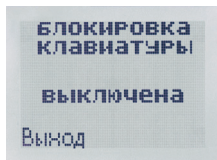

Рис. 43
Для включения/выключения автоматического режима блокировки клавиатуры войдите в пункт «Блокировка клавиатуры» (рис. 43) в меню «Настройки и ограничения».
- Блокировка клавиатуры (рис. 43);